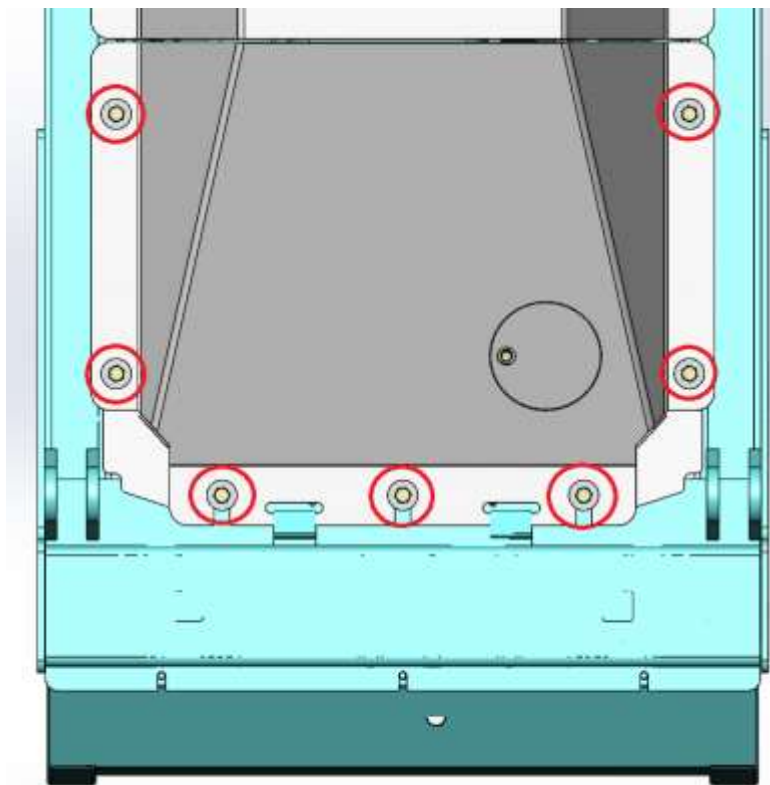

Рисунок 5.25. места крепления брони в передней части машины
- Демонтировать броню, предварительно открутив крепеж, места крепления для наглядности обведены в красный круг (рис. 5.25).